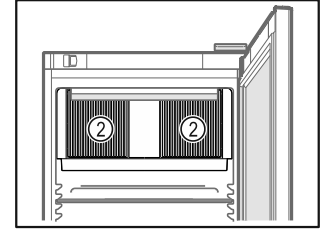

Fig. 72
- Pidä sisätilassa olevan kiertoilmapuhaltimeen tuuletusraot Fig. 72 (2) vapaina.